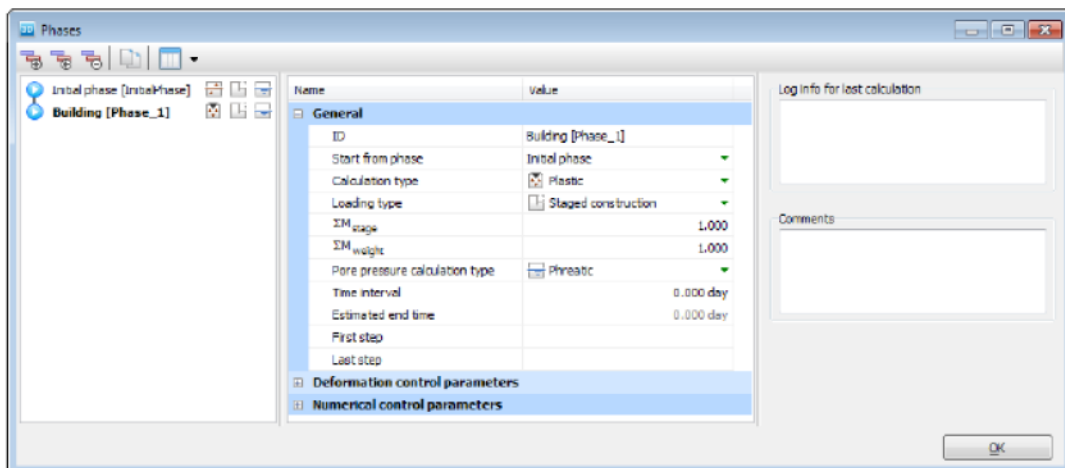

图 1.13 建筑物施工(Building)阶段的阶段窗口
- 4) 当前阶段从包含初始应力状态的初始阶段开始。该阶段采用默认选项和默认值, 如图 1.13 所示。